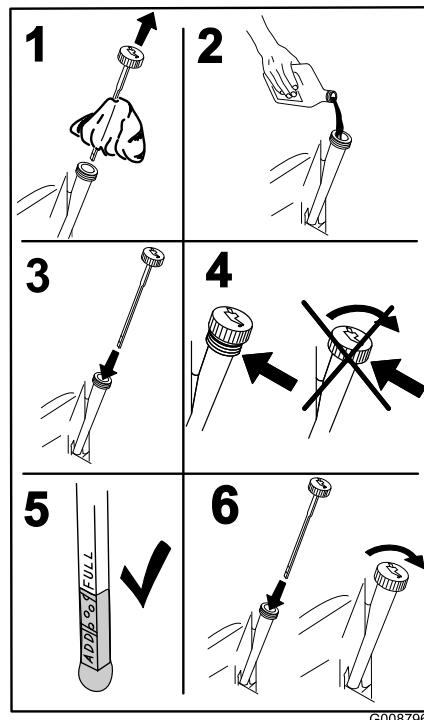

Figura 45
5. Vierta lentamente un 80% aproximadamente del aceite especificado por el tubo de llenado, luego añada lentamente el resto del aceite hasta que llegue a la marca **Full** (Figura 45).